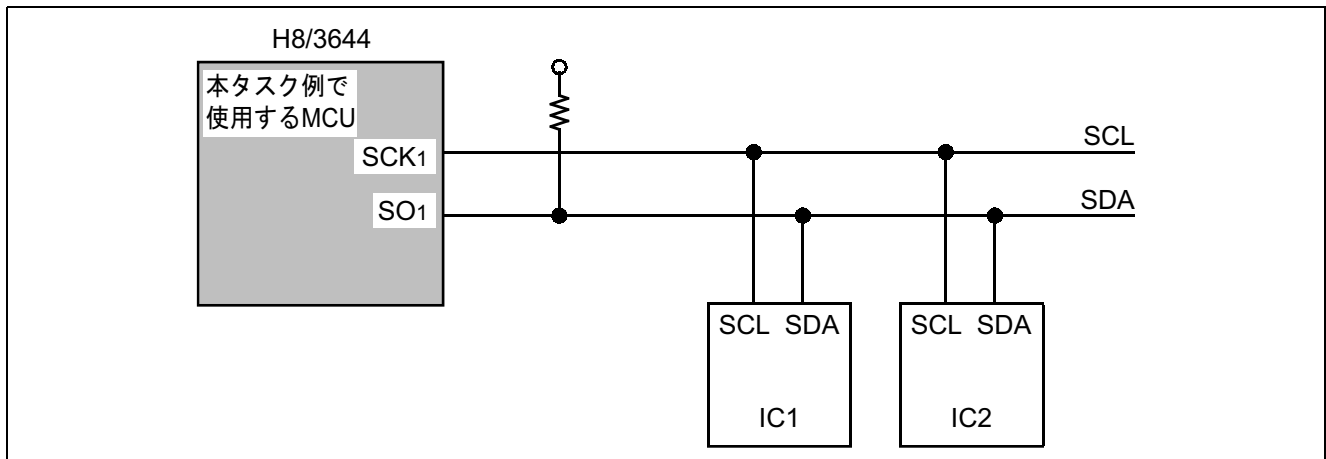

図1 SSB 接続例
- (1) 図1に示すようにSSB通信機能を使用して、SCL(Serial Clock)とSDA(Serial Data)の2線で接続されたIC1、IC2を制御します。
- (2) 6.4 μ s の転送クロックで、16ビットのデータを送信します。
- (3) 16ビットデータの転送後に、TAIL MARK を付加して送信します。TAIL MARK には HOLD TAIL を選択します。